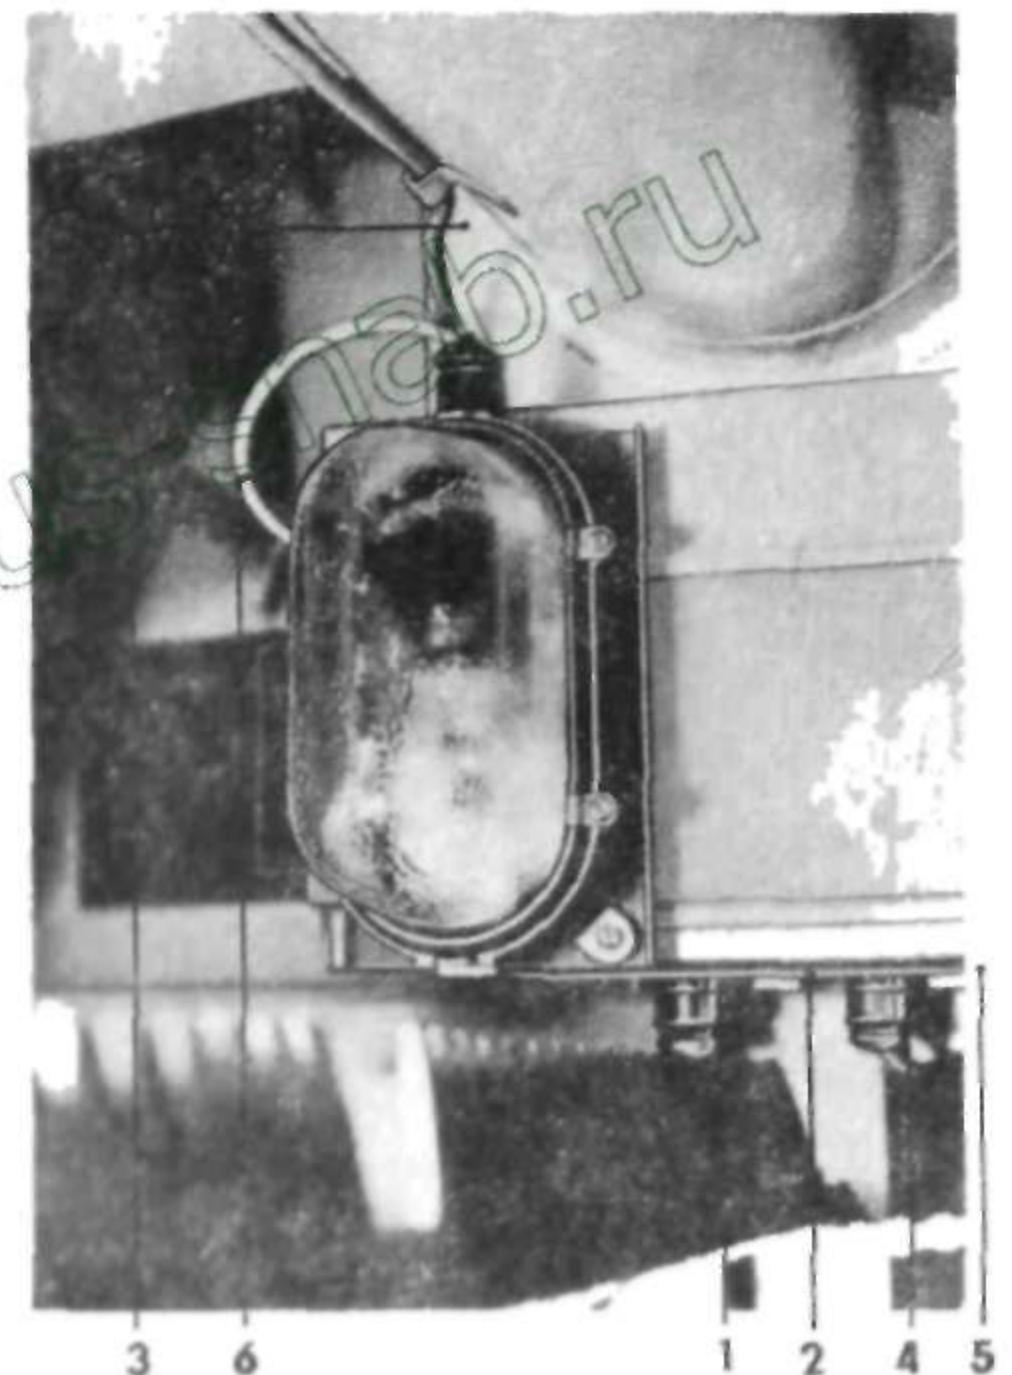

Рис. 9
9. Питающие кабели и кабель дистанционного управления прокладываются в кабелепроводах в корпусе машины. На рис. 9 представлен ввод отдельных кабелей в корпус вставного распределительного блока. Перед вводом в корпус зачистить кабели примерно на 600 мм, для того чтобы распределительный блок можно было до упора вытянуть из машины. Все линии присоединяются по схемам соединений.